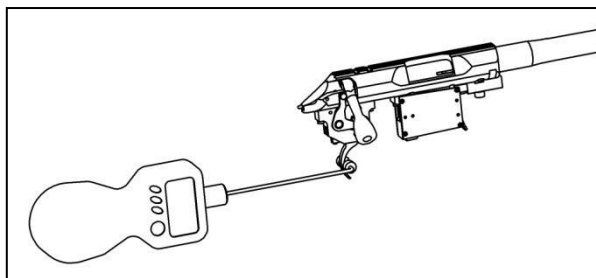

рис.17
- Не рекомендуется устанавливать усилие основного спуска менее 120гр. (1,18Н). Желательно использование какого-либо специального динамометра для настройки (рис.17). Несоблюдение данных рекомендаций может привести к самопроизвольному выстрелу!